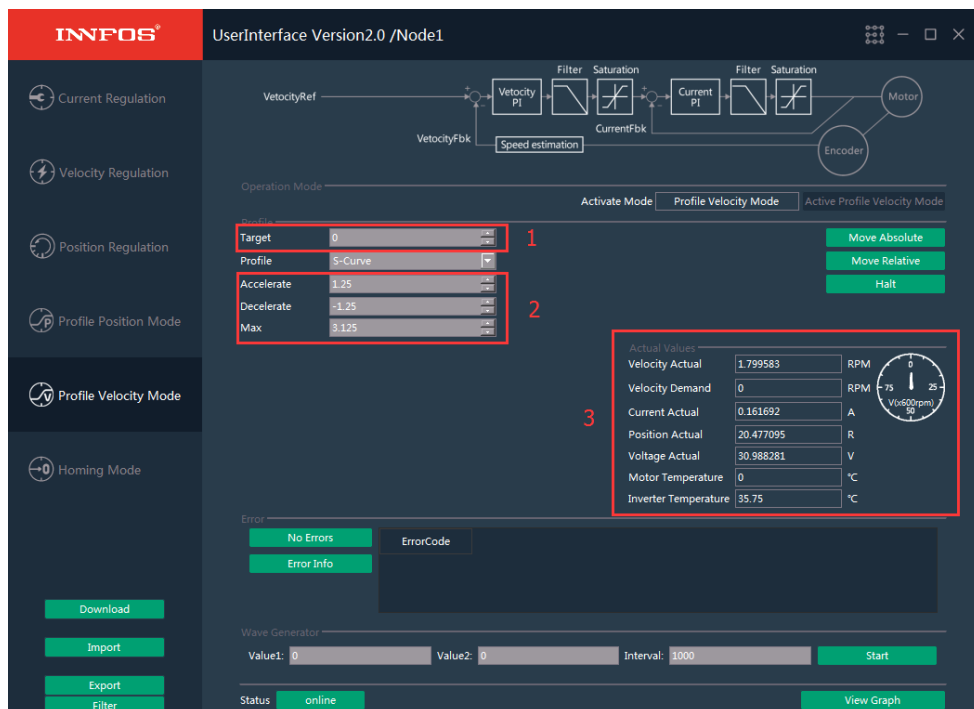

图 48
- 2) 微伺服开始转动后，在状态值栏可以看到当前微伺服的各项参数值，图 48 的 4 处
- 3) 图 48 中 2 处的“Accelerate”、“Decelerate”和“Max”项为 S 曲线的调整参数